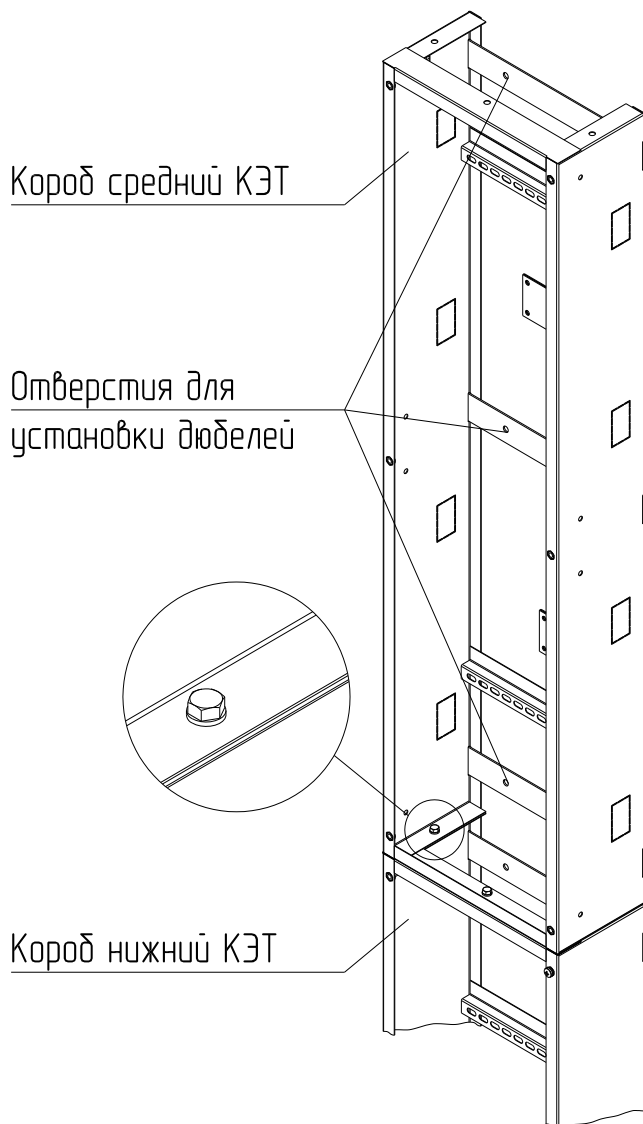

Рисунок 4
с помощью 3-х болтов М6х16 поз.1.4 (см. таблицу), шайб 6 поз. 1.6 и 1.7 и гайки М6 поз. 1.5 (рисунок 4). Болтовое соединение согласно приложению 1А.
2.8 Установите «Короб верхний КЭТ» на «Короб средний КЭТ». Закрепите «Короб верхний КЭТ» с помощью 3-х болтов М6х16 поз.1.4 (см. таблицу), шайб 6 поз. 1.6 и 1.7 и гайки М6 поз. 1.5 (рисунок 4). Болтовое соединение согласно приложению 1А.